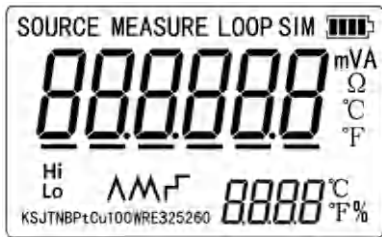

图5 显示所有内容
2. 按  持续2s以上打开校验仪。此时校验仪将进行自检，自检包括仪器内部电路和LCD显示屏，自检时LCD显示屏将显示所有内容，持续时间为1s，界面如下图5：